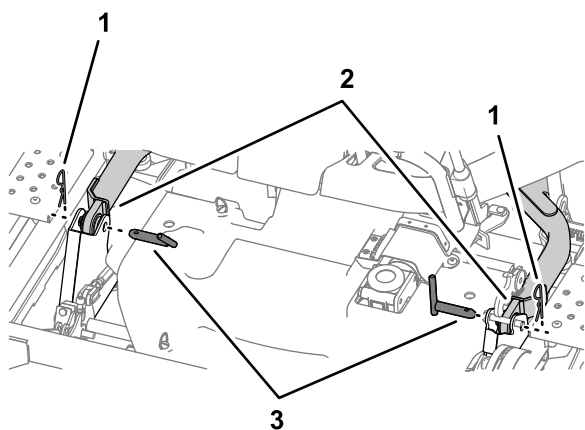

図 115
10. デッキの左右で昇降アームを固定しているリンチピン2本とクレビスピン2本を取り外す 図 115。
6. リンチピンとクレビスピンで、昇降アームを機体左右に固定する 図 115 刈り込みデッキの取り外し \(ページ 76\)を参照